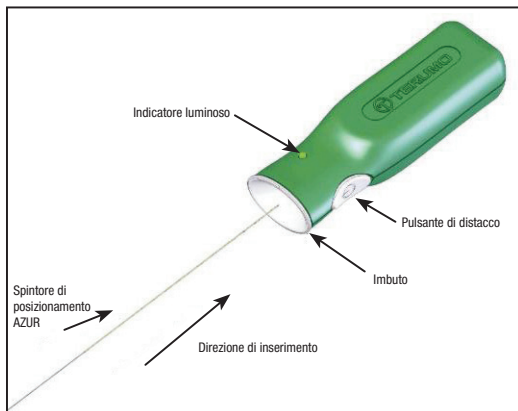

Figura 2 – Controller di distacco AZUR
13. Prima di utilizzare il dispositivo, rimuovere l'estremità prossimale dello spintore di posizionamento dall'anello di confezionamento. Prestare attenzione per evitare di contaminare questa estremità dello spintore di posizionamento con sostanze estranee quali il sangue o il mezzo di contrasto. Inserire saldamente l'estremità prossimale dello spintore di posizionamento nella sezione a imbuto del controller di distacco AZUR. Vedere la Figura 2. Non premere il pulsante di distacco in questo momento.
33. Collegare l'estremità prossimale dello spintore di posizionamento al controller di distacco AZUR inserendo saldamente l'estremità prossimale dello spintore di posizionamento nella sezione a imbuto del controller di distacco AZUR. Vedere Figura 2.